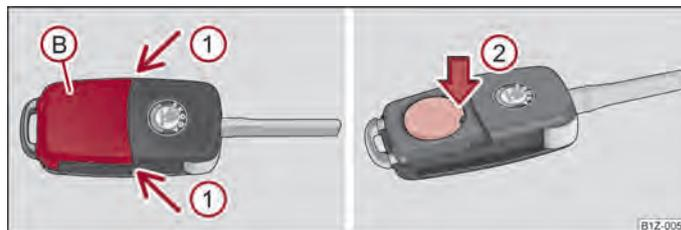

Fig. 10 Chave com controlo remoto - retirar a tampa/retirar a pilha
Cada chave com controlo remoto contém uma pilha, colocada sob a tampa (B) ⇒ Fig. 10. Se a pilha estiver descarregada, a luz de controlo vermelha (A) não pisca ao premir um botão da chave com controlo remoto ⇒ Fig. 9. Recomendamos que a pilha da chave seja substituída por um concessionário ŠKODA autorizado. Se, no entanto, pretender substituir pessoalmente a pilha descarregada, proceda do seguinte modo:
- Pressione a tampa da pilha com o polegar, ou com uma chave de fendas plana, nos locais indicados pelas setas ① ⇒ Fig. 10.
- Retire a pilha descarregada da chave, pressionando-a para baixo no ponto indicado pela seta ② ⇒ Fig. 10.